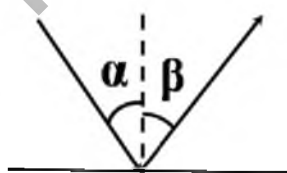

Рисунок 1
**Отражение** – это явление, когда свет, попадая на границу раздела двух сред, возвращается в первоначальную среду (рисунок 1).